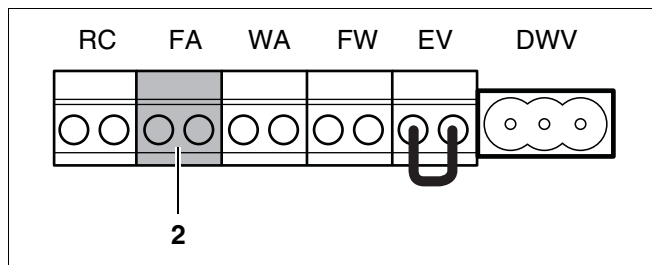

Fig. 31 Klemrække – udetemperaturføler (tilslutningsfarve blå)
- Slut den tilhørende udeføler til det blå stik FA (fig. 31, **pos. 2**). Brug hertil et 2-trådet strømkabel på hver 0,4 til 0,75 mm².